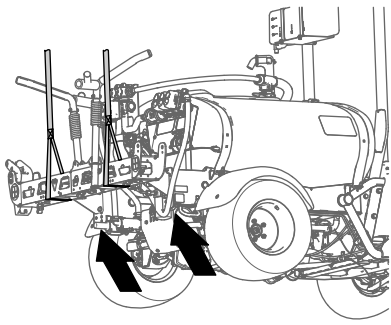

Bild 43
2. Stützen Sie den mittleren Sprühabschnitt mit der Hebevorrichtung ab, die die entsprechende Kapazität hat (**Bild 43**).